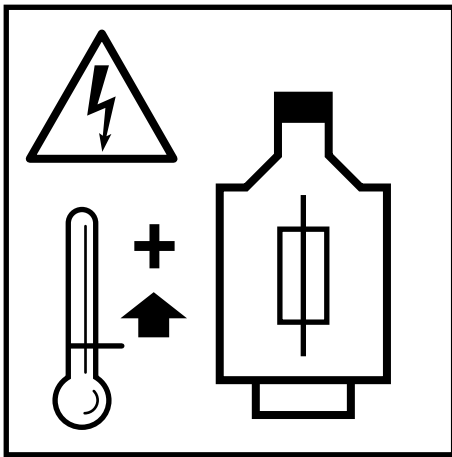

Fig.: 13
3. Considerar a aplicação de um disjuntor do motor na caixa eléctrica (Fig.: 13)